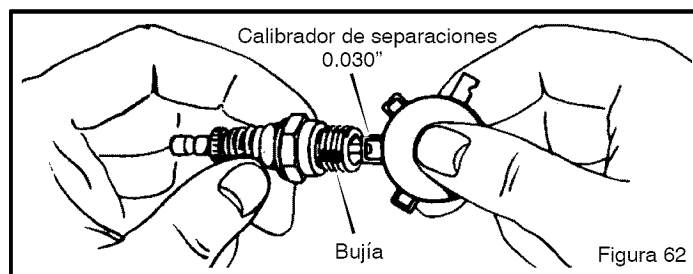

Figura 62
1. Revise la separación de la **bujía** con un **calibrador de separaciones** (Figura 62). La separación correcta es de **0,030"**.